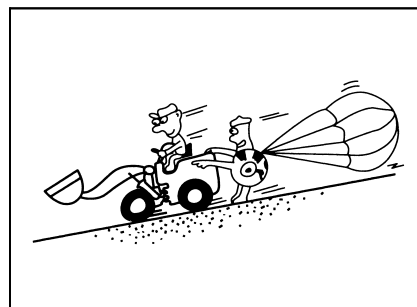

Рис. 1-63
- Если двигатель выключен на откосе (уклон $<15^\circ$), то немедленно нажать ногой тормозную педаль до упора для торможения, и опустить ковш до поверхности земли, потом проводить стояночное торможение. Поставить рычаг для переключения передач на нейтральное положение, при этом запустить двигатель (рис. 1-63).